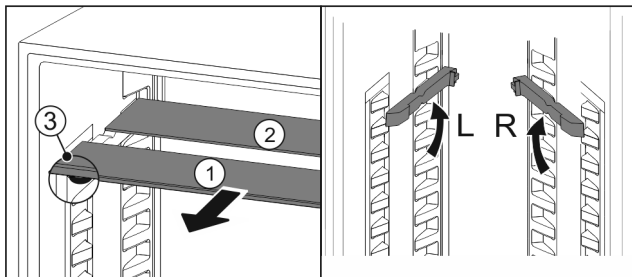

Fig. 73
- Izvucite Fig. 73 (1) staklene ploče jednu po jednu prema naprijed.
- ▷ Staklena ploča Fig. 73 (1) s ukrasnom letvicom nalazi se sprijeda.
- ▷ Zaustavljači Fig. 73 (3) su usmjereni prema dolje.